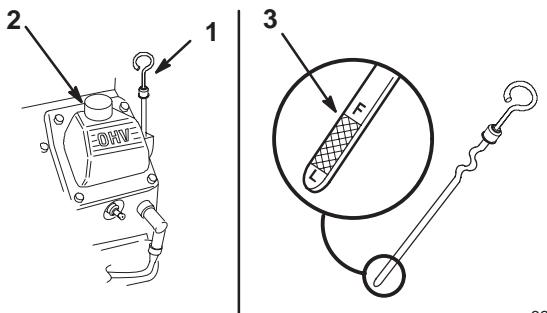

Bild 39
3. Reinigen Sie den Bereich um den Ölpeilstab herum (Bild 39), damit kein Schmutz in den Einfüllstutzen gelangt und so den Motor beschädigen kann.
4. Ziehen Sie den Ölpeilstab heraus und wischen Sie das Metallende ab (Bild 39).
5. Schieben Sie den Ölpeilstab vollständig in den Einfüllstutzen. Ziehen Sie den Peilstab heraus und kontrollieren das Metallende (Bild 39). Gießen Sie, wenn der Ölstand zu niedrig ist, nur so viel Öl langsam in den Einfüllstutzen, dass der Ölstand die Voll-Marke erreicht.
- Gießen Sie ca. 80 % der angegebenen Ölmenge langsam in den Einfüllstutzen (Bild 39). Siehe „Wechseln des Motoröls“ auf Seite 36.